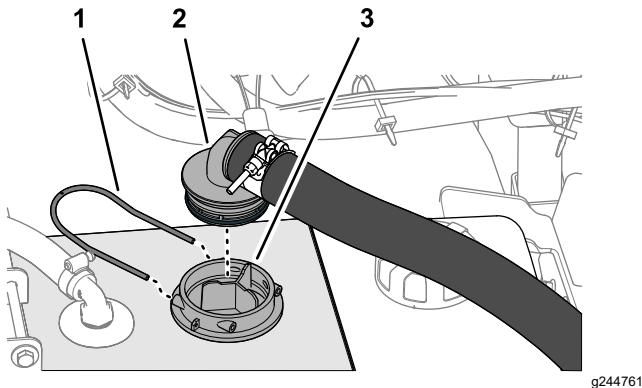

Figura 17
1. Insira uma união estriada de 90° do tubo de sucção na caixa do filtro de sucção até que a união fique totalmente encaixada (Figura 17).
2. Prenda a união estriada de 90° à caixa do filtro de sucção com a forquilha de retenção (Figura 17).